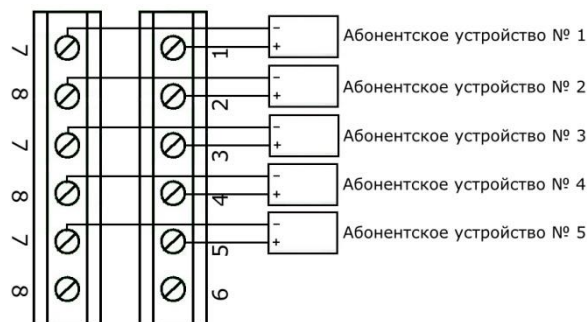

Рисунок 4. Подключение абонентских линий к монтажной коробке GC-0009U2
3. Проложить 2-х проводный кабель от абонентских устройств и подключить к левой клеммной колодке монтажной коробки GC-0009U2, при этом к клеммам **1÷5** подключить один провод («+») абонентской линии 1÷5 абонента соответственно, а к любой из клемм **7** или **8** (для удобства подключения имеется 3x2 одноименных клемм) второй «общий» провод («-») абонентской линии. Полярность подключения абонентского устройства не имеет значения. Перемычка **JP** у разъема X1 на монтажной коробке GC-0009U2, соединяющая клеммы **7** и **8**, должна быть установлена. Подключение абонентских линий к монтажной коробке GC-0009U2 приведено на рис.4.